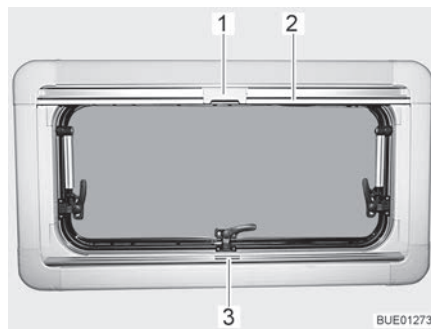
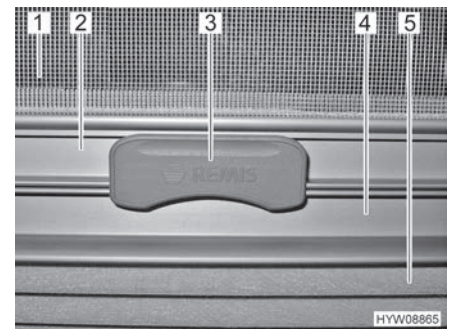

Fig. 33 Ventana abatible
Fig. 34 Cierre
Estor plegable El estor plegable (Fig. 34,5) se encuentra en la caja de la persiana inferior.
- Sujetar el estor plegable por el centro del agarradero (Fig. 33,3 y Fig. 34,4), tirar de abajo a arriba y soltarla a la altura deseada. El estor plegable se queda fijo a esta altura.
La mosquitera enrollable (Fig. 34,1) se encuentra en la caja de la persiana superior.
- Tirar del agarradero de la mosquitera enrollable (Fig. 33,2 y Fig. 34,2) hacia abajo hasta que choque con el agarradero del estor plegable (Fig. 34,4).
- Bloquear el cierre (Fig. 33,1 y Fig. 34,3) de la mosquitera enrollable con el agarradero del estor plegable. Si el cierre está bloqueado, el estor plegable y la mosquitera enrollable podrán ser ajustados juntos.
- Presionar la parte superior del cierre (Fig. 34,3) de la mosquitera enrollable.
- Regresar la mosquitera enrollable lentamente en el agarradero (Fig. 33,2).